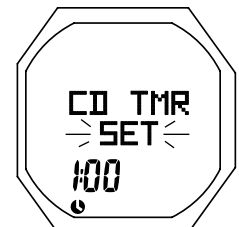

Fig. 10 - ESTADO DEL CDT (para acceder a Ajuste o ajuste/listo)
- >> Si se selecciona SET (Fig. 10), se accede al Ajuste del temporizador de cuenta regresiva.
- Pulse el botón S (< 2 seg) para guardar el valor de ajuste del CDT y volver a la pantalla de estado del CDT con el mensaje SET parpadeando (similar a la Fig. 10).